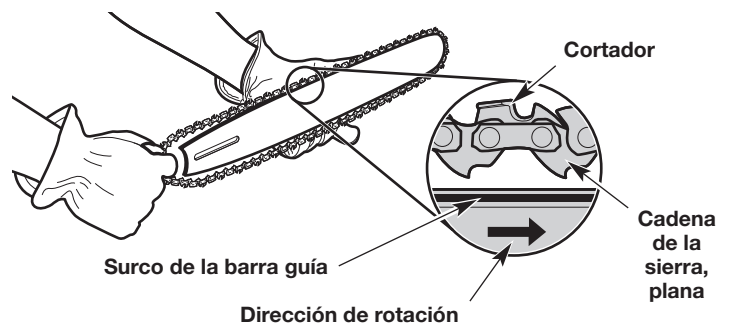
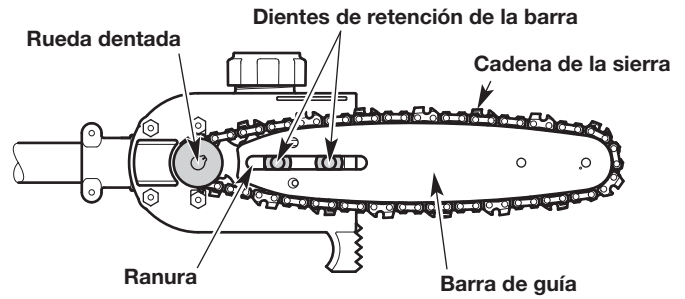

Fig. 16
Fig. 17
3. Coloque la cadena de la sierra en el surco de la barra guía (Fig. 16). Compruebe que los cortadores están en la dirección correcta de rotación (Fig. 16). Mantenga un lazo de la cadena de la sierra en el extremo trasero de la barra guía (Fig. 16).
- Mantenga la cadena de la sierra y la barra guía juntas en la posición sobre la unidad. Enganche la cadena de la sierra alrededor de la rueda dentada de impulsión e instale la barra guía sobre los pernos de la barra (Fig. 17). Compruebe que la barra guía esté al ras contra la superficie de montaje. Compruebe que las partes planas sobre la cadena de la sierra están en los surcos de la rueda dentada de impulsión (Fig. 16 y Fig. 17).
- Instale la cubierta de la barra. Apriete el tornillo y dos (2) tuercas de retención de la barra.